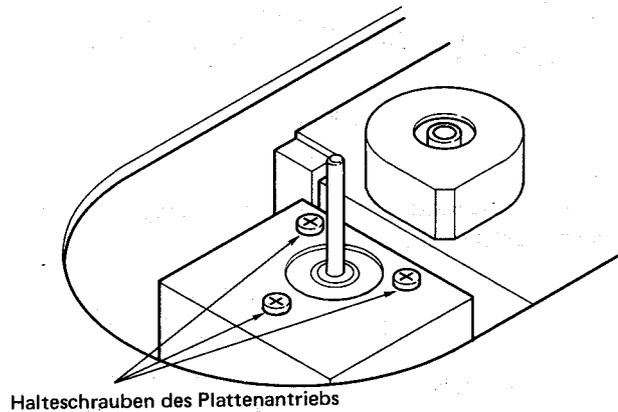

Abb. 11
- 5) Die 3 Halteschrauben des Antriebmotors lösen und Motor herausnehmen (Siehe Abbildung 11).